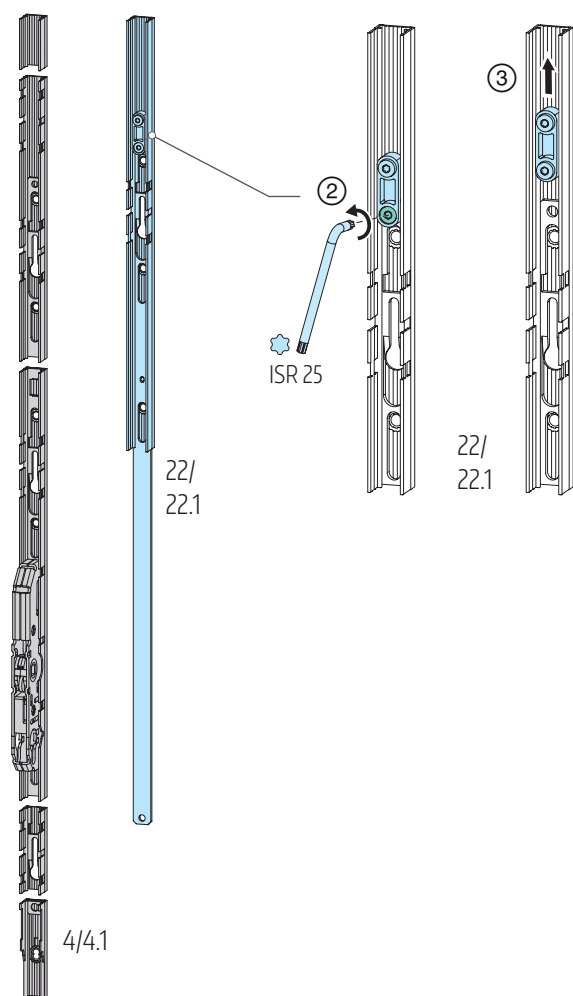

Abb. 55
Riegelstange der Getriebeverlängerung 22/22.1 lösen, ISR 25 und ③ aus Getriebestulp entnehmen; **Abb. 55**.